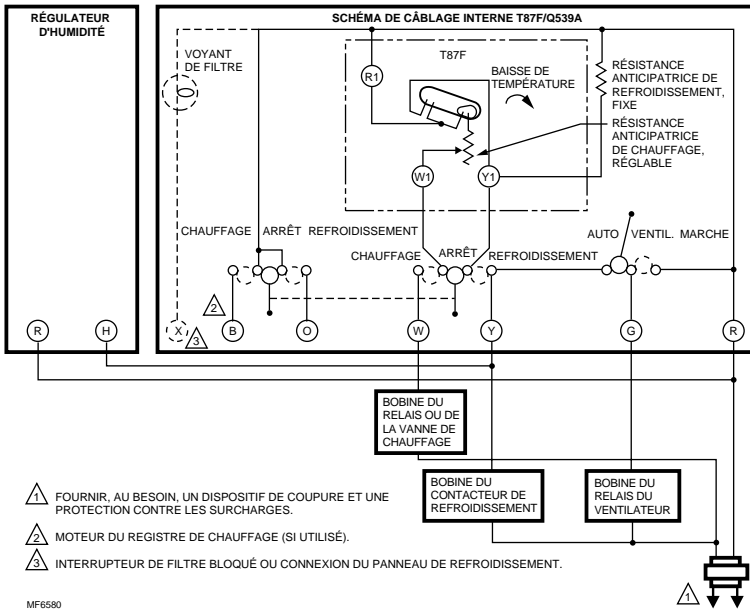

Fig. 5. Schéma de câblage parallèle type du H808C au T87F/Q539A pour la déshumidification et le contrôle de la moisissure.
- 5 Amener un fil basse tension de l'appareil au gabarit (Fig. 5 et 6).
Le câblage doit être conforme aux règlements locaux. Suivre les instructions du fabricant de l'équipement si elles existent, sinon, se reporter aux schémas de câblage types illustrés aux fig. 5 et 6.